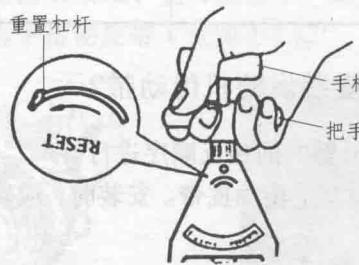

图 1-11 张紧力计针阀重置
(2) 旋转张紧力计上重置杠杆来重置针阀, 如图 1-11 所示。